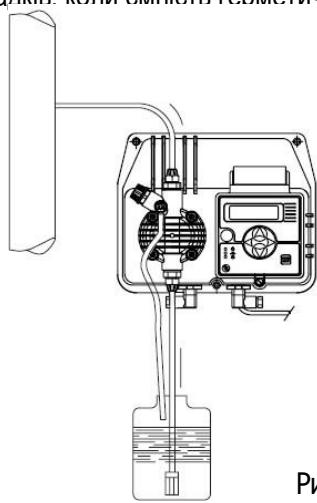
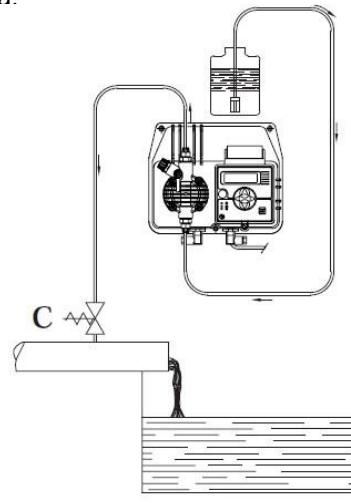

Рис. 5
Рис. 6
**c.** – Розмістіть насос, як показано на рис. 5, враховуючи, що його можна встановлювати, як вище, так і нижче рівня дозованої рідини, при цьому перепад рівнів не повинен перевищувати 2-х метрів. Якщо система працює при атмосферному тиску (без зворотного), а ємність з реагентами розташована вище насоса (рис. 6) необхідно часто перевіряти стан клапана вприску, тому що його знос може викликати попадання реагенту в систему навіть при вимкненому насосі. Якщо дана проблема з'являється, Вам необхідно встановити антисифонний клапан С між точкою викиду і клапаном. Не встановлюйте насос над ємністю з хімічними препаратами, що виділяють велику кількість парів, за винятком випадків, коли ємність герметично закупорена.